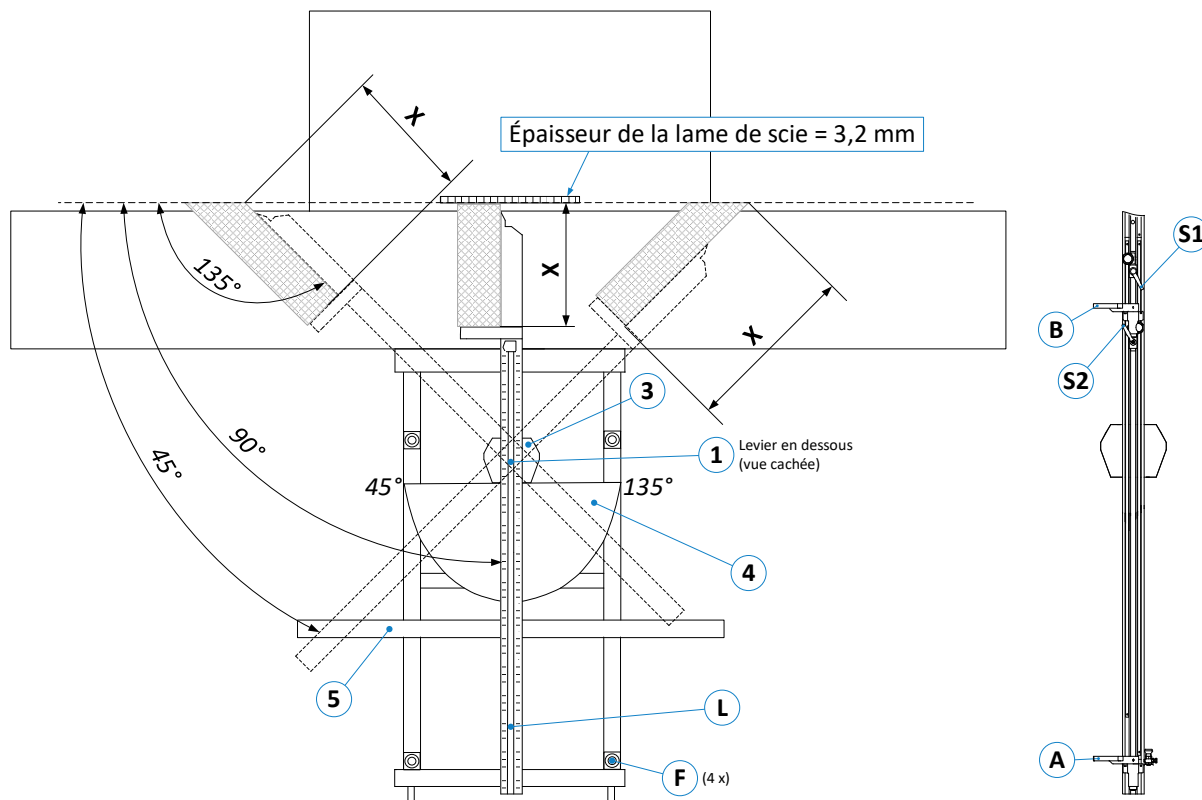
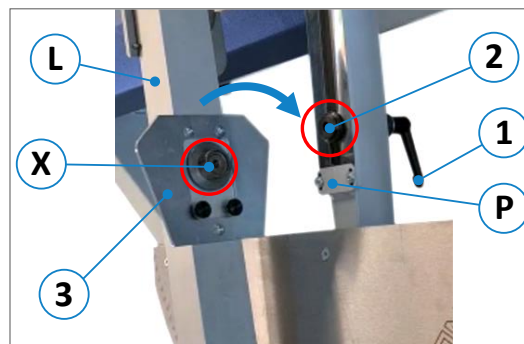

Figure 60 : aperçu et éléments de commande
Figure 61 : monter le guide télescopique
- Desserrer le levier de serrage (1) et pousser le boulon de réception (2) en direction de la plaque de butée (P) (voir ⇒ Figure 60 et ⇒ Figure 61).
- Placer maintenant le guide télescopique (L) sur le châssis à équarrir de manière à ce que le boulon de réception (2) puisse être introduit dans le logement (X) situé sur la face inférieure de la plaque de butée (3).
- Resserrer le levier de serrage (1).
Pour le calibrage, le Super-Gehrfix II doit d'abord être positionné à 90°, ce qui se fait à l'aide du boulon de butée (7), voir ⇒ Figure 60. Appuyer ensuite sur le bouton  de l'affichage numérique pour terminer la procédure de calibrage.